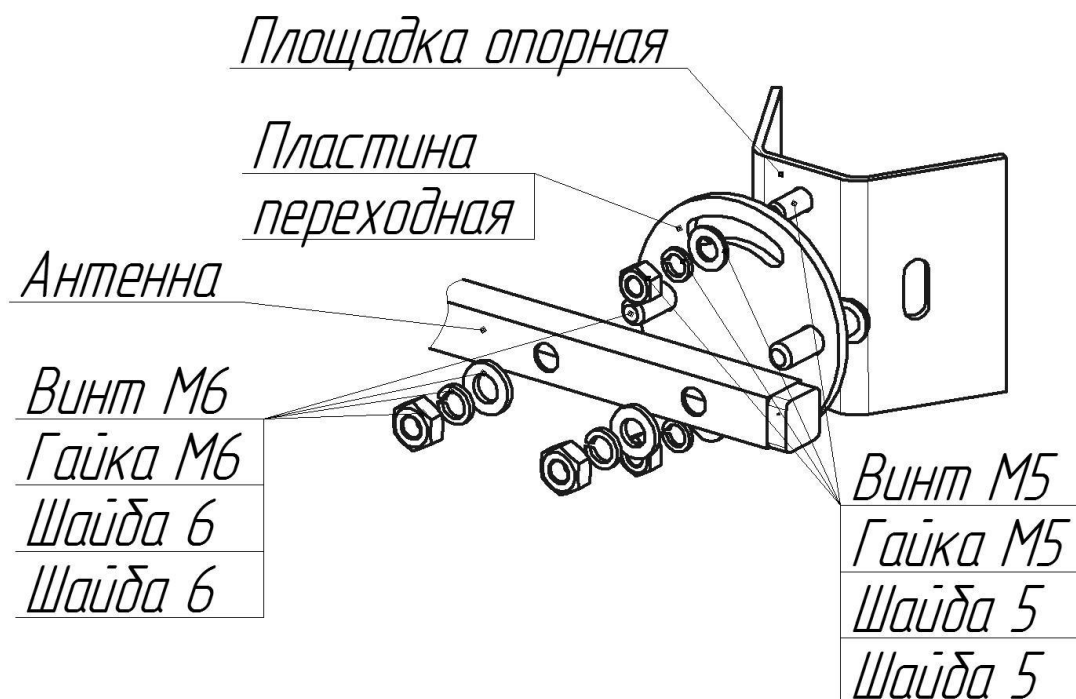

Рисунок 2 – Соединение антенны АВ-868 с кронштейном
5.3 Соединить антенну с пластиной переходной с помощью винтов, гаек и шайб (Рисунок 2).